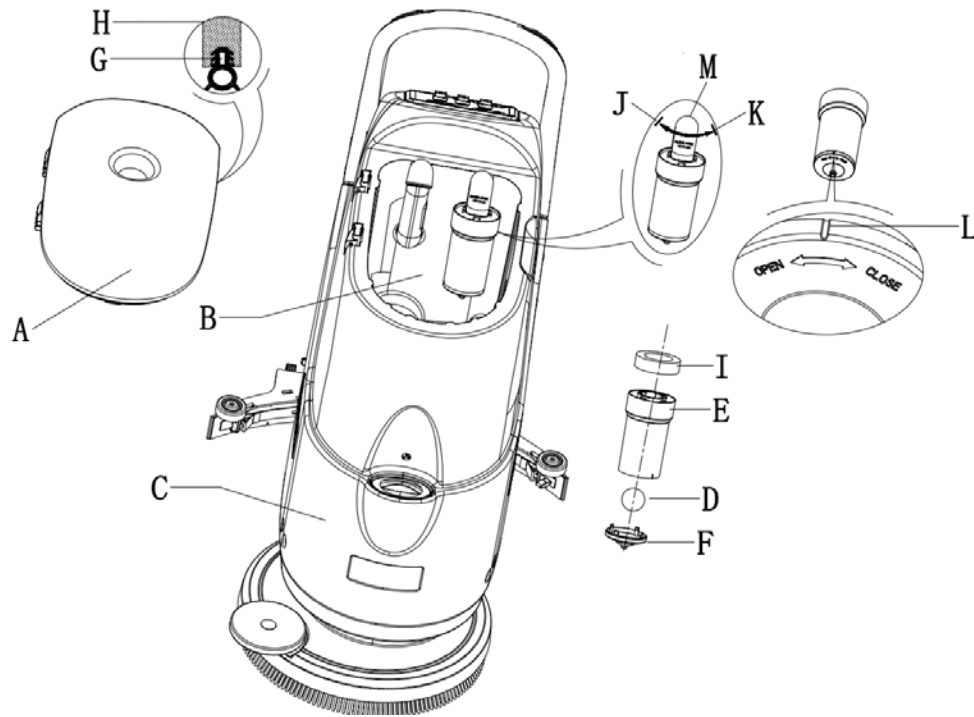

Abbildung 16
6. Überprüfen Sie die Kontaktfläche der Dichtleiste (G) auf Integrität und ausreichende Abdichtung. Nehmen Sie die Dichtleiste ggf. aus der Tankrille (H) und tauschen Sie sie aus. Bringen Sie die neue Dichtleiste wie in Abbildung 16 gezeigt an. Das Gelenk muss sich wieder im mittleren Bereich befinden.
7. Schließen Sie den Schmutzwassertankdeckel (A).